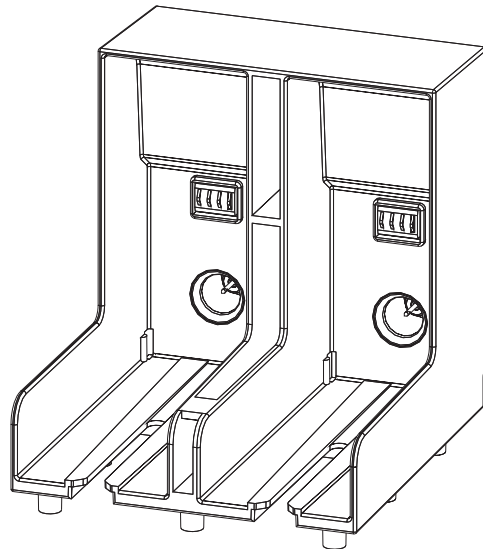

Abbildung 6-3: Kartuschenhalterschlitz
- 5 Bringen Sie die Tintenkartusche in den Tintenkartuschenhalter ein, indem Sie den Führungsteg an dem korrekten Halterschlitz ausrichten (Abbildung 6-3 auf Seite 6-6).